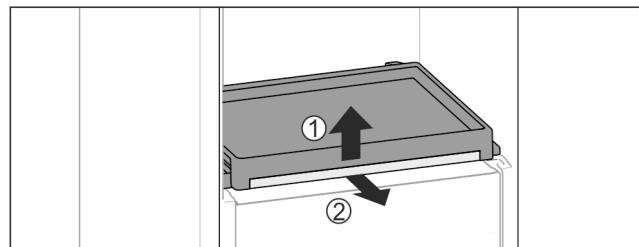

Fig. 31
- ▶ Выньте выдвижную панель со стеклянной панелью: Слегка приподнимите спереди стеклянную полку Fig. 31 (1) и потяните вперед Fig. 31 (2).